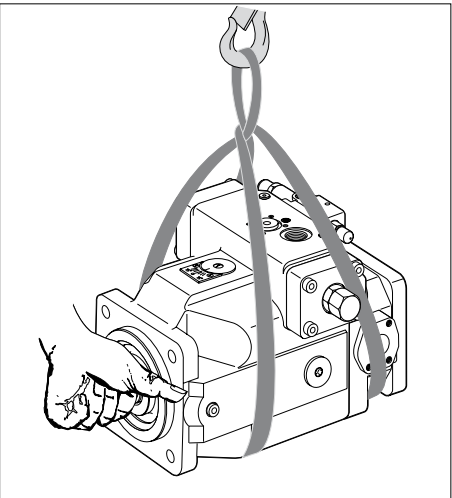

Abb. 20: Transport mit Hebeband
- Legen Sie das Hebeband so um die Axialkolbenmaschine, dass es weder über Anbauteile (z. B. Ventile) verläuft, noch dass die Axialkolbenmaschine an Anbauteilen aufgehängt wird (siehe Abb. 20).